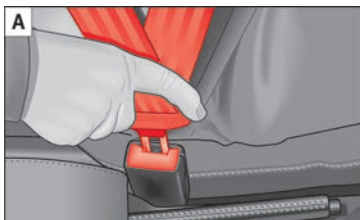

Bild 79 Placera säkerhetsbältet i axel- och bäckenområdet på gravida kvinnor
- För gravida kvinnor måste den nedre delen av säkerhetsbältet sitta så lågt som möjligt över bäckenet, aldrig över magen, och alltid ligga platt så att inget tryck utövas på buken » bild 79.